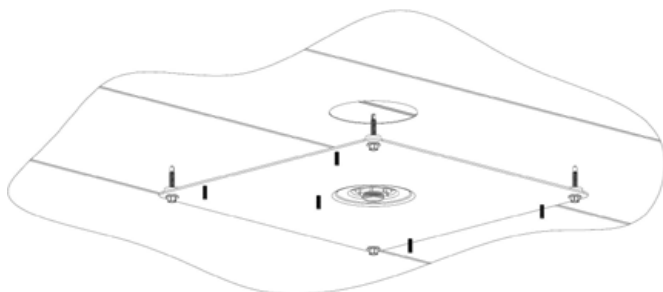

Figure 2
1. Avec la visserie fournie, montez la plaque support sur le plafonnier tel que représenté Fig 2.